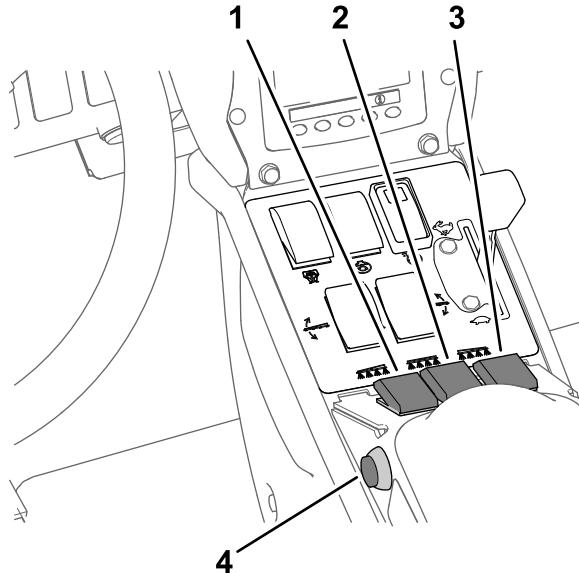

Figure 36
7. Placez le(s) interrupteur(s) de section de pulvérisation en position ACTIVÉE (Figure 36).
10. Conduisez à la vitesse voulue puis réglez la commande générale des sections à la position ACTIVÉE pour commencer la pulvérisation (Figure 36).
3. Placez la commande générale des sections à la position DÉSACTIVÉE ; voir Figure 36 sous Pulvérisation en mode débit d'application \(page 36\).
7. Placez les interrupteurs des sections individuelles en position ACTIVÉE ; voir Figure 36 sous Pulvérisation en mode débit d'application \(page 36\).
9. Conduisez à la vitesse voulue puis réglez la commande générale à la position ACTIVÉE pour commencer la pulvérisation ; voir Figure 36 sous **Pulvérisation en mode débit d'application** (page 36).